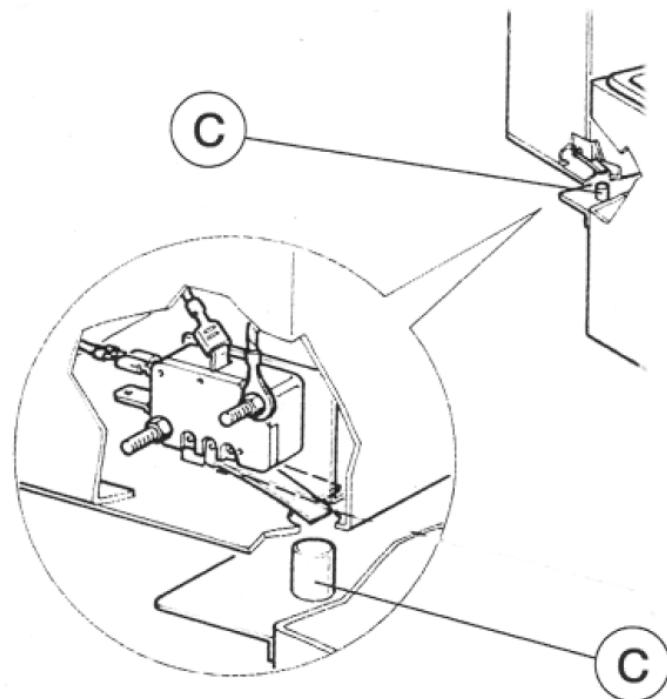

Fig. 2
Posizionare correttamente la testa estraibile della macchina. Il perno deve essere ben inserito nella testata in modo in modo da premere il micro-interruttore posto al suo interno (Fig.2, C).
Placer dans la bonne position la tête amovible de l'appareil. Le pin doit être bien rentré dans la tête afin d'appuyer sur le micro-interrupteur de fonctionnement placé à l'intérieur (C figure 2).
- che il perno (fig.2, C) sia ben inserito come nel punto 2.3;
- Que le pin (fig.2,C) soit bien rentré dans la tête comme expliqué au point 2.3 ;